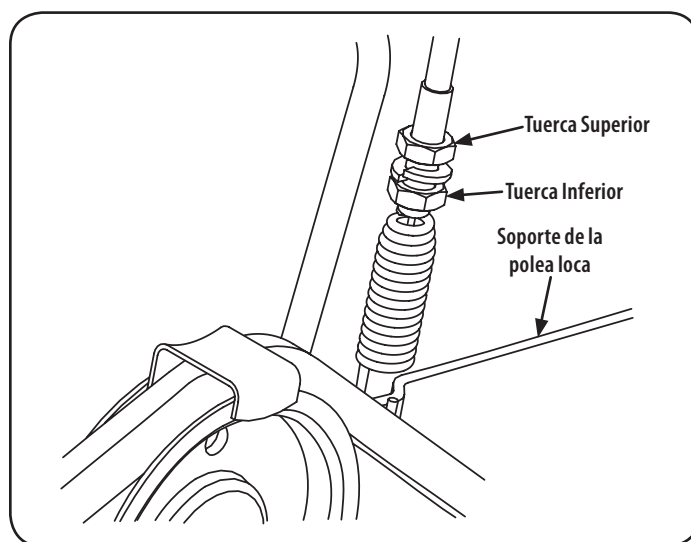

Figura 30
2. Localizar el muelle en el extremo del cable. Consulte la Figura 30.